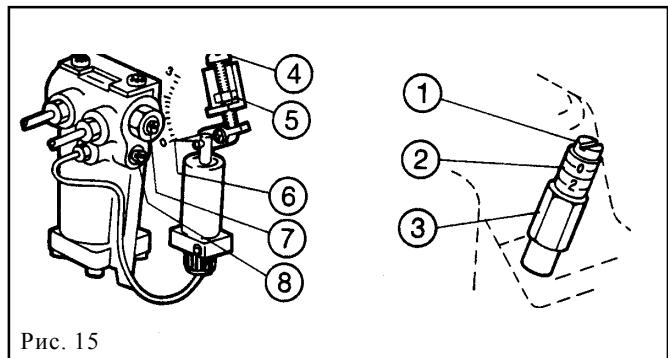

Рис. 15
4.2.4. Настройка маленького запуска и плавного горения (Рис. 15)
4.2.6. Настройка большого горения (Рис. 15)